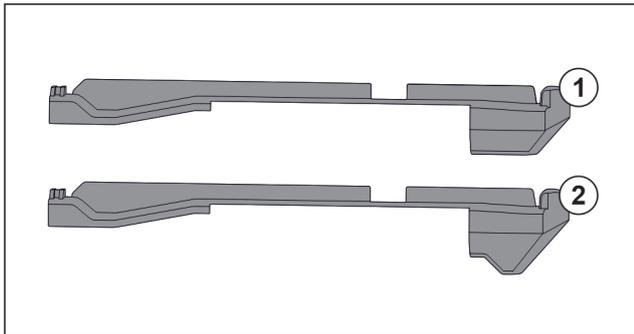

Fig. 83 Comparación de las piezas de acoplamiento
En el aparato hay dos piezas de acoplamiento distintas. La pieza de acoplamiento situada por encima del cajón inferior Fig. 83 (2) tiene un borde triangular. Todas las demás piezas de acoplamiento Fig. 83 (1) tienen un borde recto.
- ▶ Coloque la pieza de acoplamiento Fig. 83 (2) con borde triangular sobre el cajón inferior.
- ▶ Coloque las piezas de acoplamiento Fig. 83 (1) con borde recto en todas las demás posiciones.